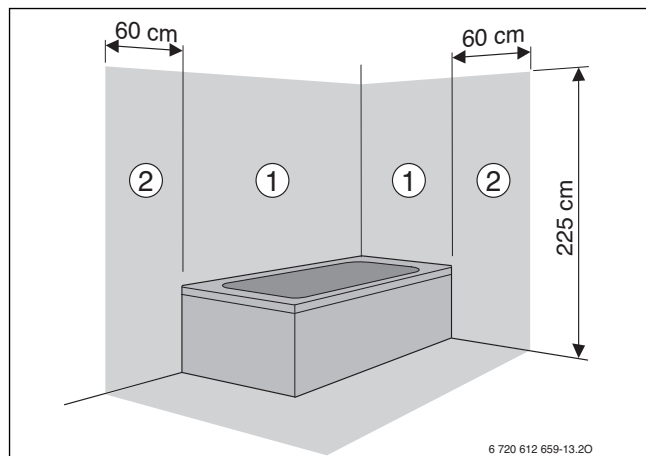

Fig. 16
- En área de protección 1 y 2 (→ fig. 16):